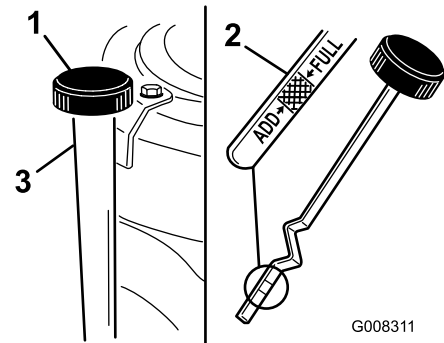

Figura 24
7. Limpie alrededor de la varilla (Figura 24) para impedir que caiga suciedad por el orificio de llenado y cause daños en el motor.
8. Desenrosque la varilla y limpie el extremo metálico (Figura 24).
9. Enrosque la varilla de aceite a fondo en el tubo de llenado (Figura 24).
11. Limpie alrededor de la varilla y desenrosque el tapón (Figura 24).
12. Vierta lentamente aproximadamente un 80% del aceite de motor por el tubo de llenado (Figura 24). Consulte Mantenimiento del aceite del motor.